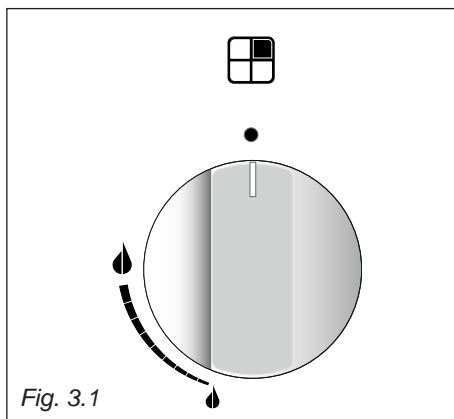

Fig. 3.1
- Svitare le viti di fissaggio della protezione "A" dietro la cucina (fig. 3.1).
- Infilare nel fissacavo "C" il cavo di alimentazione (fig. 3.1) di sezione adeguata come descritto nel capitolo "Sezione del cavo di alimentazione".
L'afflusso del gas ai bruciatori é regolato da un rubinetto comandato da una manopola (fig. 3.1).
1. Premere a fondo la manopola del rubinetto gas relativo al bruciatore da accendere e, tenendola sempre premuta, ruotarla in senso antiorario di 90° (fig. 3.1).